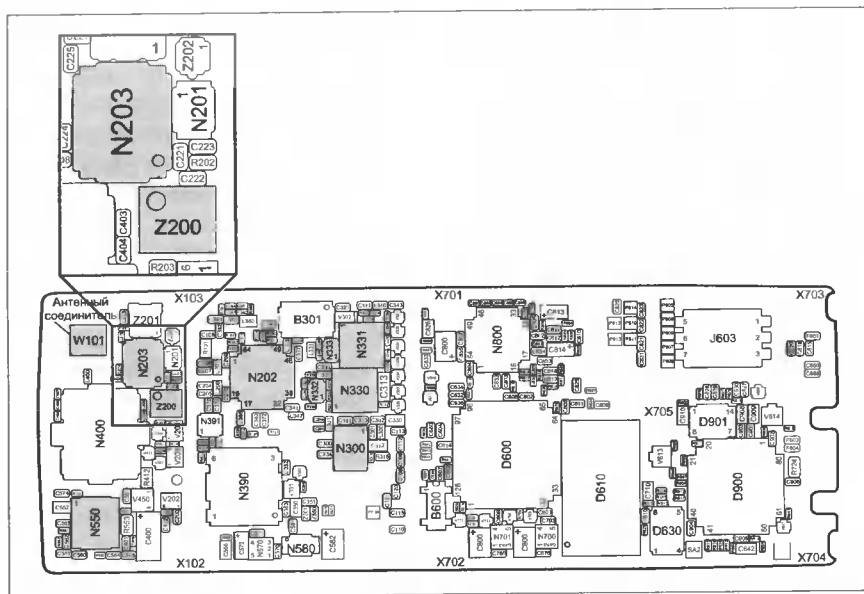

Рис. 1
- убедиться в том, что гнездо антенного соединителя W101 не окислилось и не имеет механических повреждений (рис. 1);